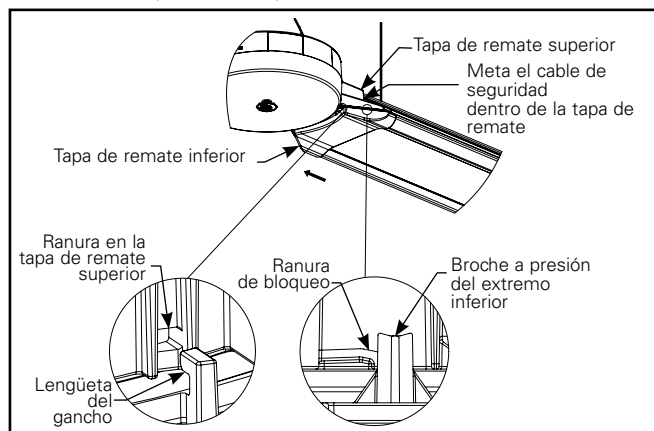

Figura 12.4.
- C. Ubique la tapa de remate inferior desde abajo hasta que haga contacto con la superficie de la tapa de remate superior (Figura 12.4).